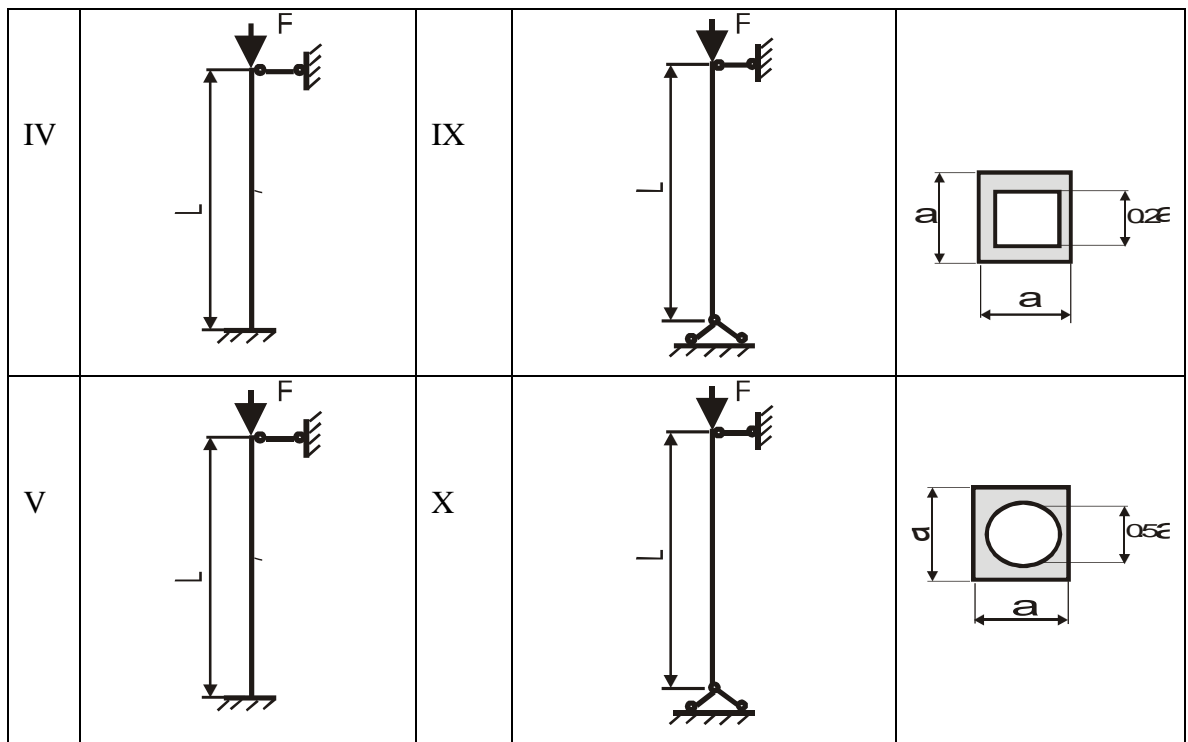

Рис. 4
**Задача 4.** Стальной стержень длиной  $L$  сжимается силой  $F$  (рис. 4). Стержень имеет различные схемы закрепления концов (два типа) и различные формы поперечного сечения (пять видов). Всего десять типов задач. Для схем I-V, коэффициент приведения длины  $\mu = 2/3$ , для схем VI-X,  $\mu = 1$ . Требуется: 1) найти размеры поперечного сечения при допуске напряжении  $[\sigma] = 160$  Мпа ( $16 \text{ кН/см}^2$ ) (расчет производить последовательными приближениями, предварительно приняв величину коэффициента  $\Phi = 0,5$ );